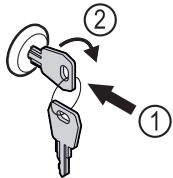

Fig. 126 Példaként szolgáló ábrázolás
- ▶ Dugja be a kulcsot Fig. 126 (1).
- ▶ Forgassa el a kulcsot 90°-kal az óramutató járásával megegyező irányba Fig. 126 (2).